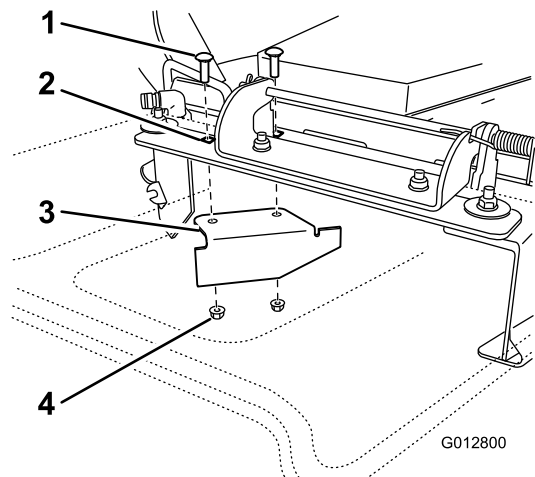

Bild 35
13. Sie finden das Versatzablenksblech in den losen Teilen. Entfernen Sie die Befestigungen an den hinteren Löchern der Auswurfplatte. Befestigen Sie das Ablenksblech an der Seitenauswurföffnung am Mähwerk (Bild 35).